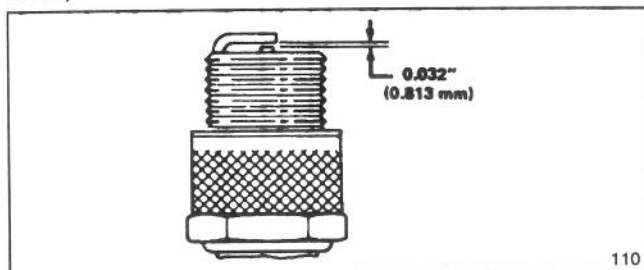

Figure 17
3. Réglez l'écartement des électrodes à 0,81 mm (0,032") (figure 17), puis installez la bougie et le joint. Serrez fermement la bougie (13,6 N•m, soit 10 pieds-livres).